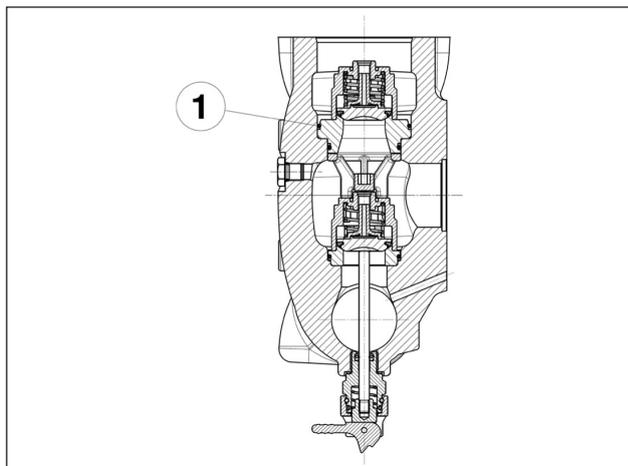

Fig. 128
**Prestare particolare attenzione all'inserimento dell'O-ring indicato in pos. ①, Fig. 128. Si consiglia l'utilizzo dell'attrezzo cod. 27516000 (per LK36-LK40-LK45) o cod. 27516100 (per LK50-LK55-LK60) per evitare che l'O-ring possa tagliarsi durante l'inserimento.**